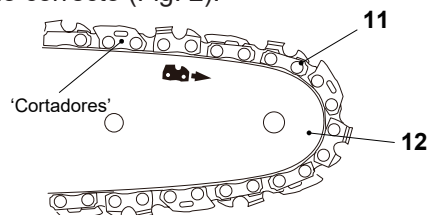

Fig. 2
3. Espalhe a corrente da serra (11) com os cantos de corte da corrente apontando na direcção da rotação. Deslize a corrente da serra (11) para dentro da ranhura em torno da barra-guia (12). Certifique-se de que a corrente de serra (11) está instalada no sentido de rotação correcto (Fig. 2).